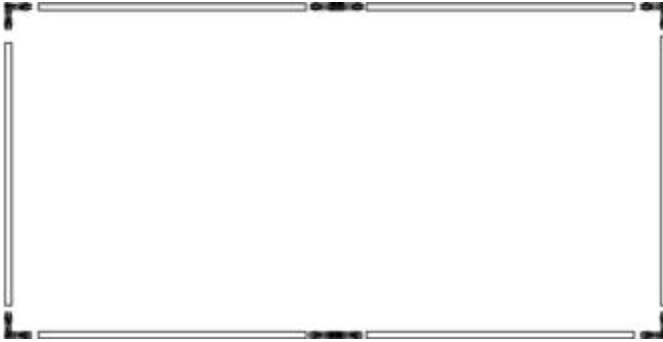

Abbildung 6. Aufbau des Rahmens $610 \text{ mm} \times 1220 \text{ mm}$
- 1 Montieren Sie einen Trägerrahmen $610 \text{ mm} \times 1220 \text{ mm}$, wie in Abbildung 6 dargestellt, mit Hilfe von 6 Aluminium-Rohrstücken von 610 mm Länge, 4 rechtwinkligen Verbindungsstücken und 2 geraden Verbindungsstücken. Denken Sie daran, dass bei dem Trägerrahmen die Klettband-Oberflächen nach innen zeigen müssen (zur Mitte der Konstruktion).